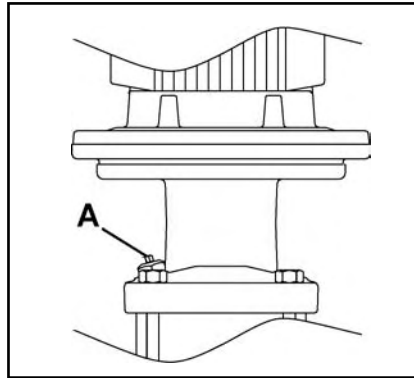

Abb. 6
1. Die Ablassschraube (A, Abb. 6) ein bis zwei Umdrehungen los-schrauben, bis es Wasser und Luft herausströmt.